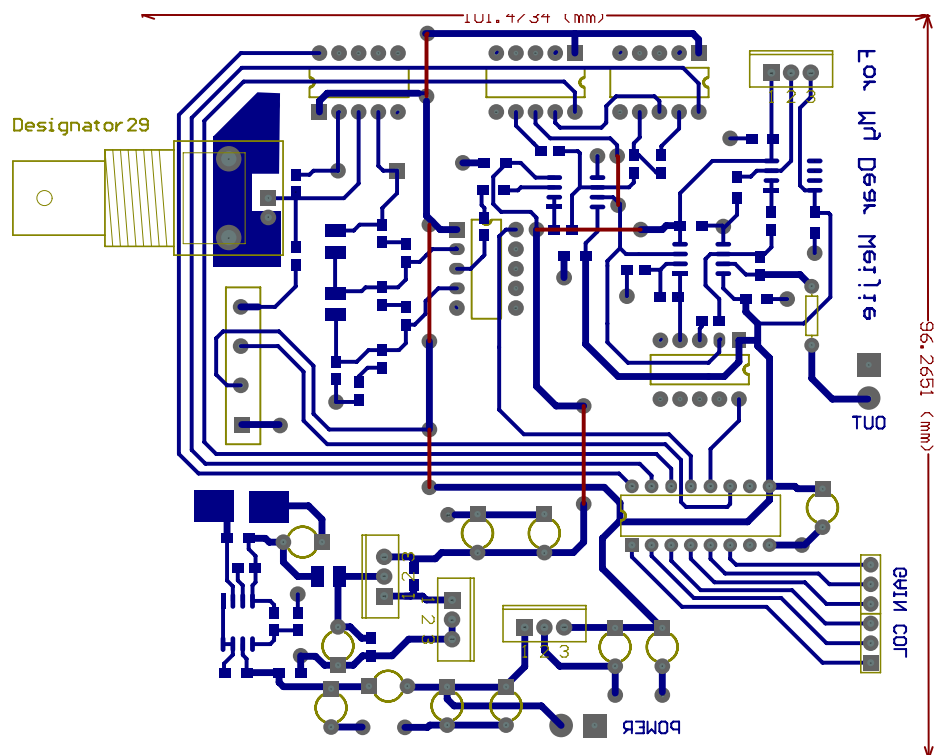

图 1: .程控放大器电路 PCB 板图
1. 程控放大电路印刷板见图1，具体制作成电路板见图2和图3，从图1中可以看出电源电路的大部分都是与程控放大器做在同一块电路板上，印刷板上边为程控放大器电路部分，下边为负压产生和正负电源稳压电路，在安装电路时首先安装并调试电源电路，在电源电路装调后再安装放大电路，因为电源电路装好后需要调整，如果先安装放大电路那么调整电源电路时就要断开很多线，很麻烦，所以先装调电源再装放大电路，可以省去很多重复工作，具体做法电路调试中有详细介绍。从图2中可以看到5个深蓝色的长方体块，这是进行耦合方式选择和放大（衰减）倍数控制的继电器，体积仅比一个555大一点，当然在选择继电器时还可以选择别的继电器，只是电路板要进行一些变化，我选择的这个继电器（AQ-5V）在使用中有一些问题需要注意，一般的继电器线圈绕组供电没有正负极之分，而该继电器有正负极之分，接错了将没有动作，其第1脚为电源正，第10脚为电源负，在设计电路时要特别注意。从图2中还可以看出正面的覆铜层全部用来接地，做法如前所述。